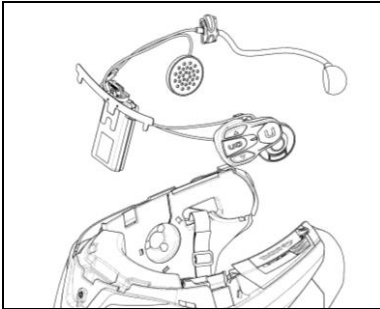

Abb. 6
- Fügen Sie das System in den eigens dafür ausgesparten Bereich auf der Helmrückseite ein und drücken Sie es bis ans Ende des Führungsschlitzes (Abb. 6).